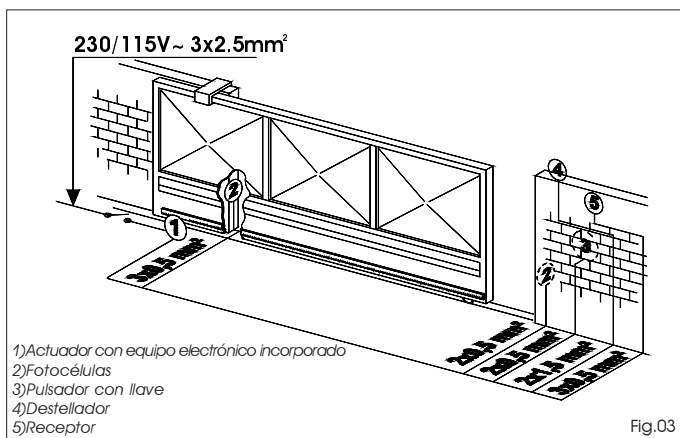

Fig.03
- 4- Prepare los cables eléctricos para la conexión con los accesorios y la alimentación eléctrica, como se indica en el esquema de Fig. 03. Para efectuar fácilmente las conexiones en central haga salir los cables al menos 50 cm por el orificio presente en la placa.